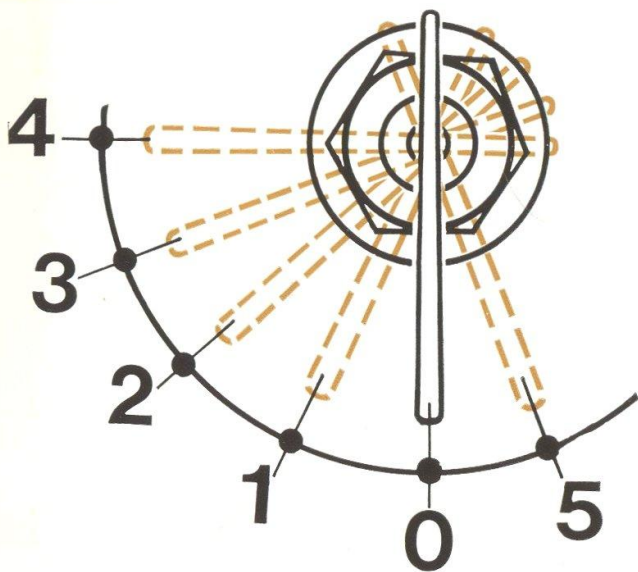

FIG. 11
Placé en haut et à gauche du tableau de bord, le voyant rouge, marqué « PRESS », s'allume dès que la clé du contacteur général est amenée dans la position « 1 » (fig. 11).
L'ampoule située dans le hublot (1) éclaire le tableau de bord et permet de s'assurer que les projecteurs sont allumés lorsque le contacteur général est en position 2-3-4- ou 5 (voir Fig. 11).
Placé en bas et à droite du tableau de bord, cet indicateur lumineux permet de contrôler le comportement de l'alternateur, du régulateur de tension et du telerupteur. Le voyant s'allume à l'arrêt dès que la clé du contacteur général (voir Fig. 11) est au premier cran. Moteur en marche, il s'éteint immédiatement et ne doit s'éclairer pour aucun régime du moteur.